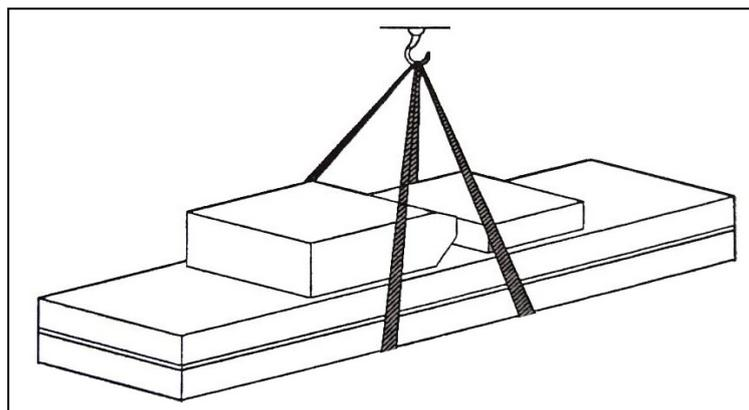

Figura 2
### TRANSPORTE (Figura 2)
- Além disso o transporte deve ser de acordo com a figura 2.